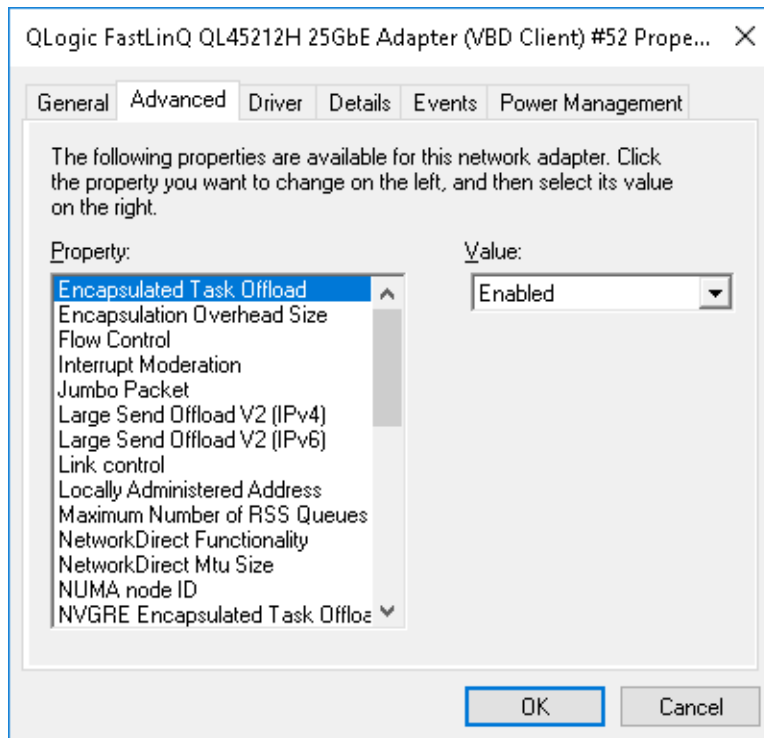

Figure 3-9. Configuration des propriétés d'adaptateur avancées
3. Sur la page Avancé (Figure 3-9), sélectionnez un élément sous **Propriété**, puis modifiez sa **valeur** au besoin.